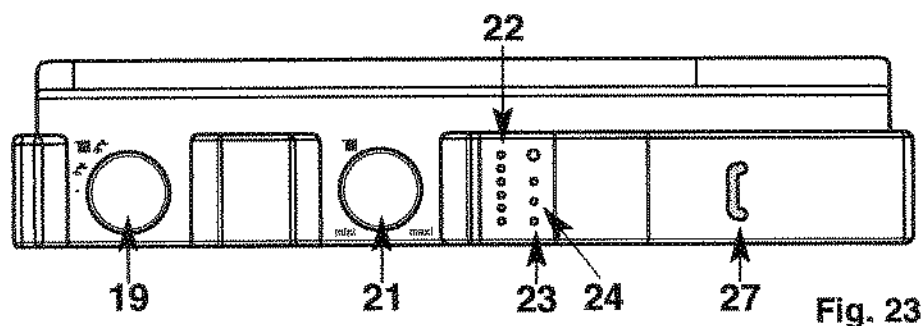

Fig. 23
- Placez le commutateur "19" (fig. 23) en position «  » voyant vert "23" allumé ; le voyant orange "24" (fig. 23) s'allume chaque fois que le brûleur entre en fonction.
Le bouton de réglage du chauffage "21" «  » (fig. 23) donne la possibilité d'ajuster la température de l'eau du circuit de chauffage en fonction des besoins saisonniers.
L'indicateur "22"  (fig. 23) affiche cette température.
- Placez le commutateur "19" en position arrêt «●» (extinction du voyant vert "23" (fig. 23).
Remarque: Dans certains cas d'installation, il est possible qu'il se produise, après réchauffage de l'eau chaude, un léger réchauffement de la canalisation (et éventuellement d'un radiateur). Pour l'éviter, il suffit de fermer le robinet départ chauffage "31" (fig. 8, page 11). Ne pas oublier de le rouvrir en début de saison de chauffage, lorsque l'on replace le commutateur "19" (fig. 23) en position «».